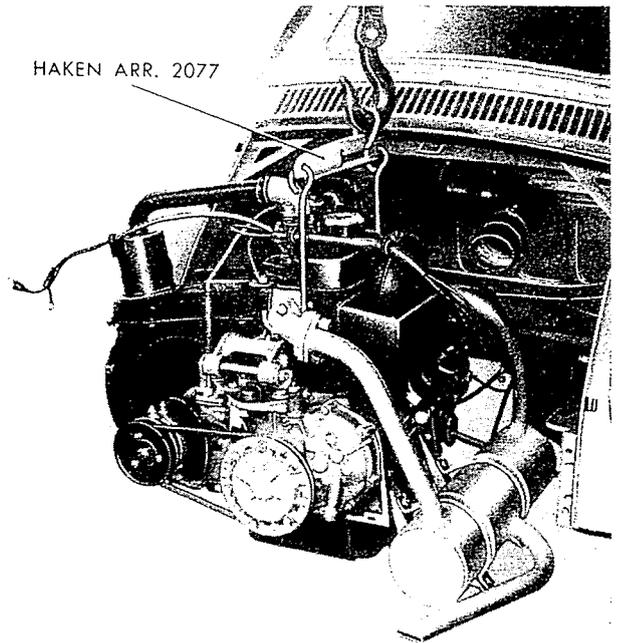

Abb. 12 - Herausheben des Motors mittels einer Laufkatze mit Haken Arr. 2077.
**ANM.** - Während des Aus- und Einbaus kann der Motor mit dem Doppelhaken Arr. 2077 (Abb. 12) eingehängt werden. Der Hakenbalken weist zwei durch einen Schlitz verbundene Löcher auf zur zweckmässigen Verstellung des Anhängerringes.